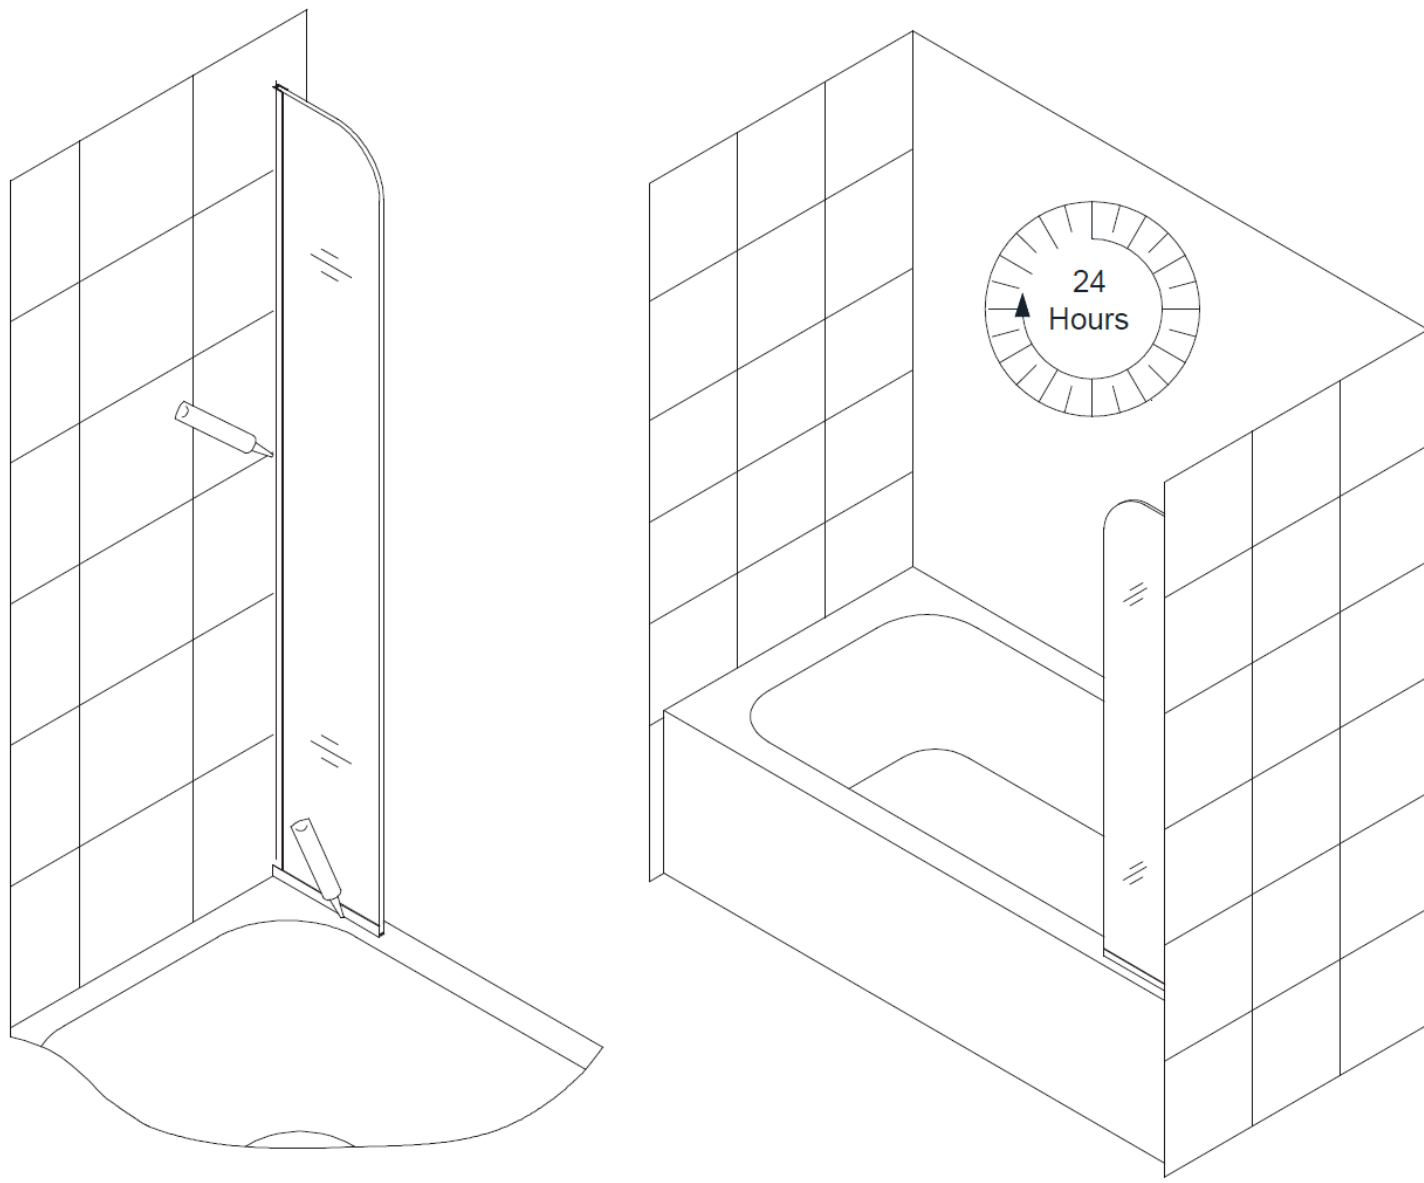

Fig. 7
6. À partir de l'intérieur de la douche, appliquez un silicone de qualité supérieure, résistant à l'eau et à la moisissure, le long de la jonction des deux profilés en U avec le mur et avec le pourtour de la baignoire. **(Fig. 7)**